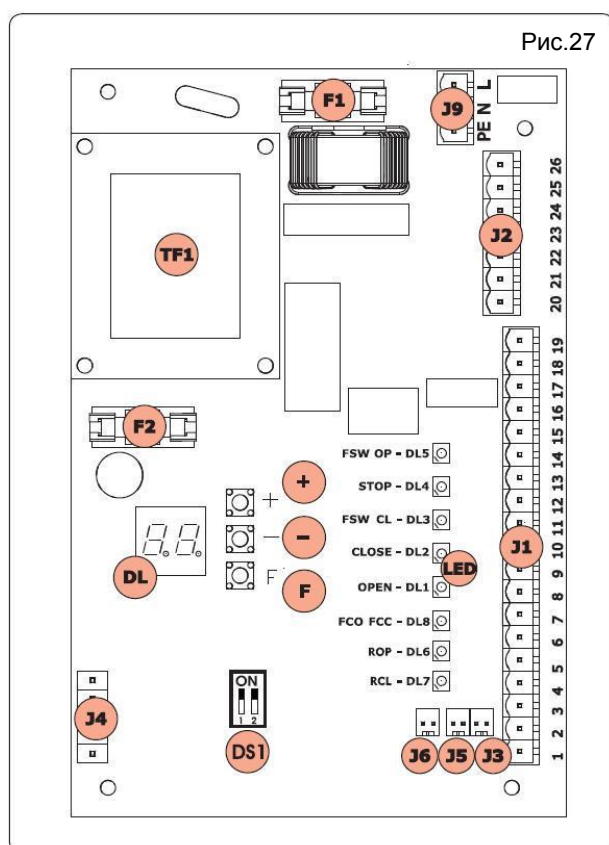

Рис.27
11.4.7 DS1 – ВЫБОР ЧАСТОТЫ (РИС.27)